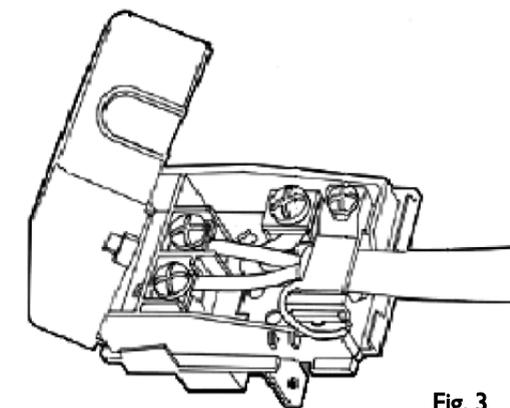

Fig. 3
- Insira o cabo de alimentação no gancho e ligue os fios à placa de bornes (fig. 3).